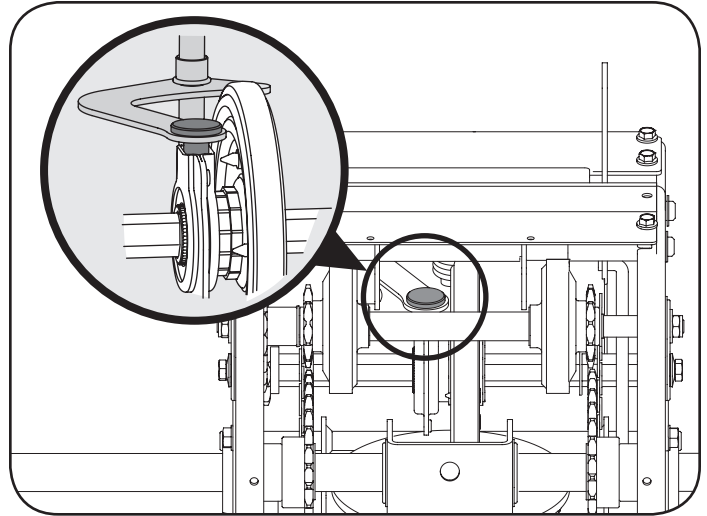

Figura 32
9. Vuelva a colocar el conjunto de la rueda de fricción en el marco de la máquina quitanieve. Inserte el pasador del conjunto del brazo de desplazamiento en el conjunto de la rueda de fricción y mantenga el conjunto en su lugar. Consulte la Figura 32.